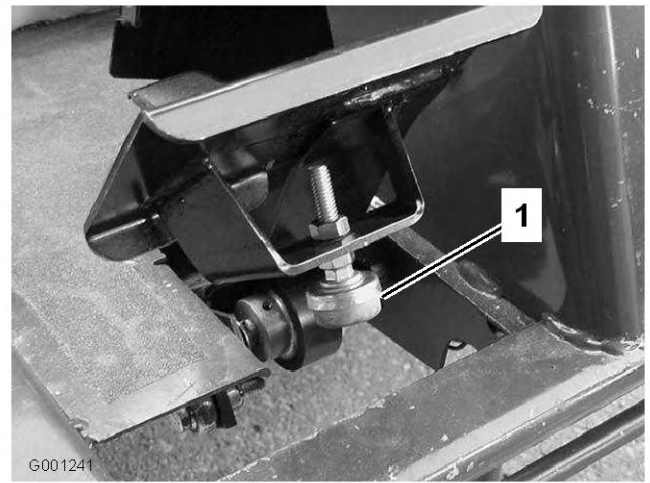

図 67
1. 走行ペダルの調整状態を調べる。ポンプがフル・ストロークに達する直前に、ペダル・ストップ (図 67) が床に当たればよい。